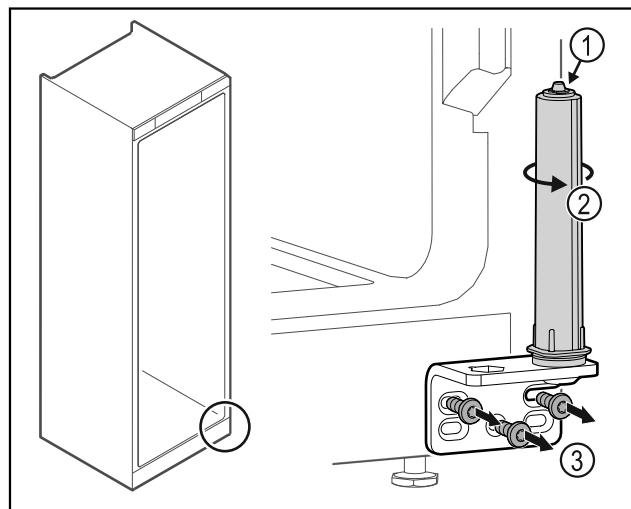

Fig. 51
- ▶ Не розбирати систему закриття дверей Fig. 51 (1).
- ▶ Повернати систему закриття Fig. 51 (2) до клацання.
- ▶ Відкрутити шарнірний кутик Fig. 51 (3).